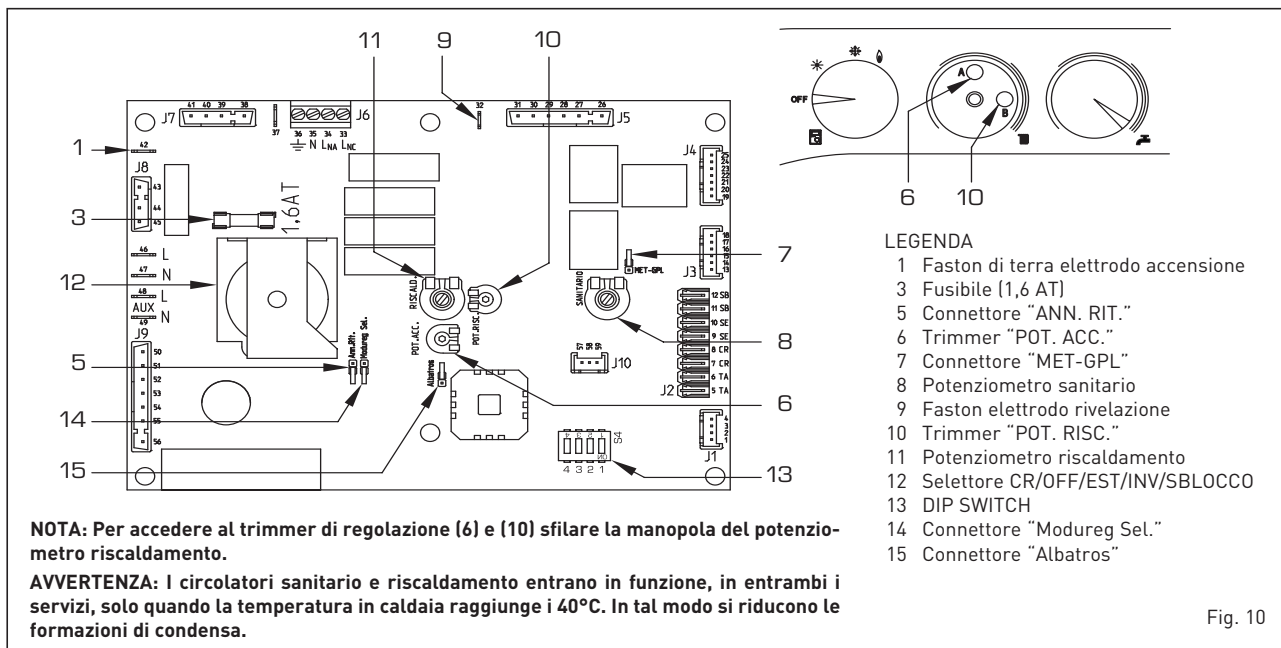

Fig. 10
- **Trimmer "POT. RISC."** (10 fig. 10)
- **Trimmer "POT. ACC."** (6 fig. 10)
- **Connettore "MET-GPL"** (7 fig. 10)
- **Connettore "ANN. RIT."** (5 fig. 10)
- **DIP SWITCH** (13 fig. 10)
- Connettore "Modureg Sel." (14 fig. 10)